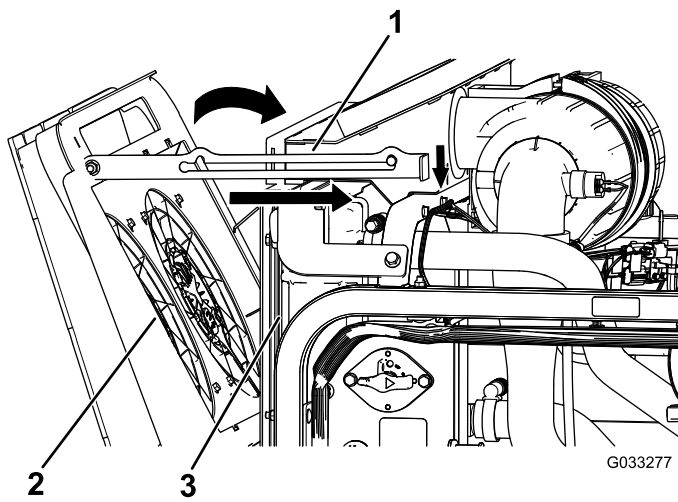

Figura 115
4. Gire hacia adelante los ventiladores de refrigeración del motor, y enganche la varilla de sujeción en la muesca (Figura 115).